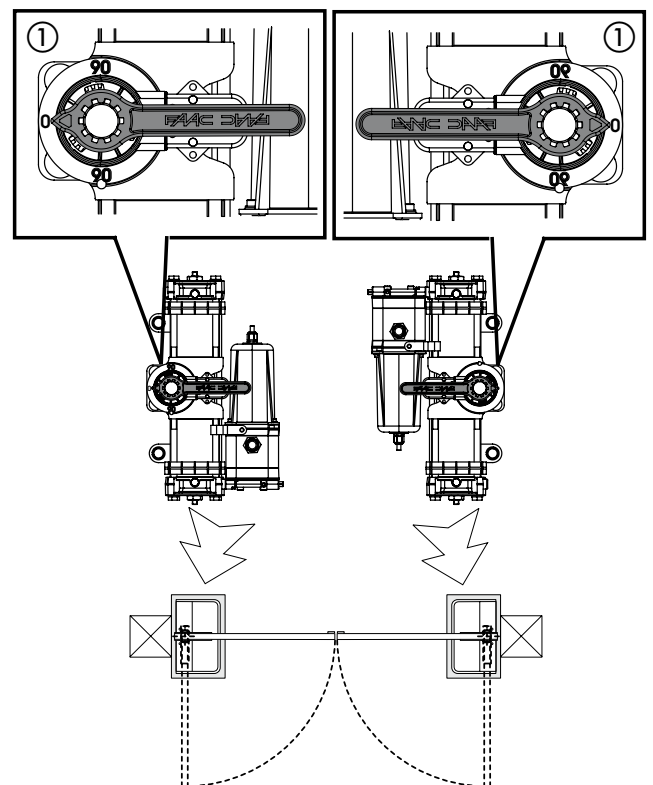

Fig.15
- 6) Sin mover el piñón inserte en el operador la llave suministrada en dotación, tal y como se indica en la figura 15, y compruebe que la misma indique el 0 (CERO) en el plástico del operador (Fig.15 ref.1); si procede gire el piñón con la llave. (**IMPORTANTE PARA EL CORRECTO ACOPLAMIENTO PIÑÓN-DESBLOQUEO MECÁNICO EN FASE DE MONTAJE**).